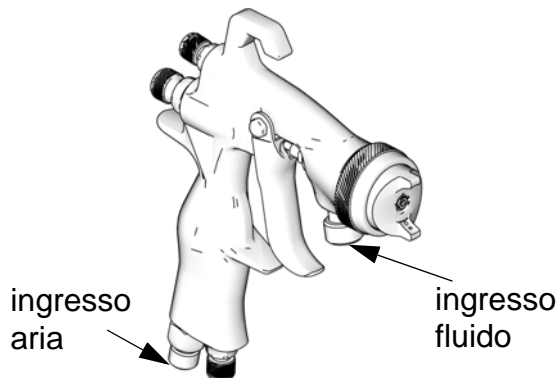

FIG. 1
4. Collegare un'alimentazione d'aria filtrata, secca e pulita al raccordo di ingresso dell'aria. Vedere la FIG. 1.
5. Collegare il flessibile del fluido al raccordo d'ingresso del fluido. Vedere la FIG. 1.